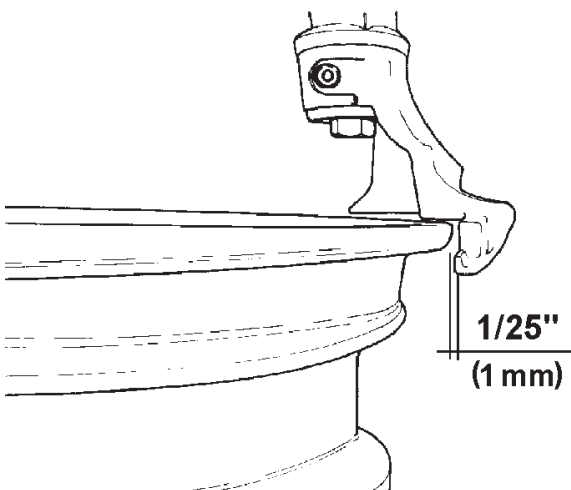

Fig. 4.1-4
E. Coloque suavemente el cabezal de montaje / desmontaje en contacto con el borde de la llanta y bloquéela en su lugar: la herramienta se separa automáticamente del borde de la llanta vertical y horizontalmente, aproximadamente 1/25" (1 mm): esto es necesario para evitar cualquier contacto de la llanta durante el proceso de desmontaje. (Fig. 4.1-4).